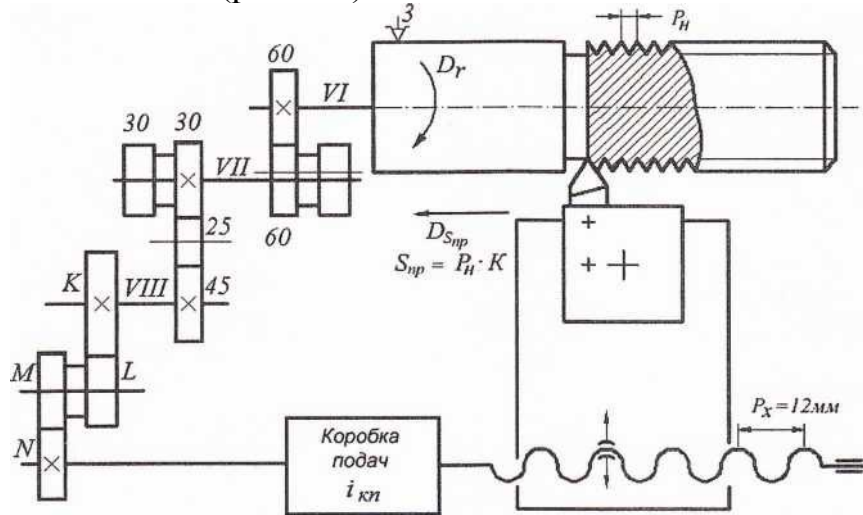

Рис. 4.1
**Задача 1.** Изучить принципиальную схему формообразования резьбы на токарно-винторезном станке (рис. 4.1).